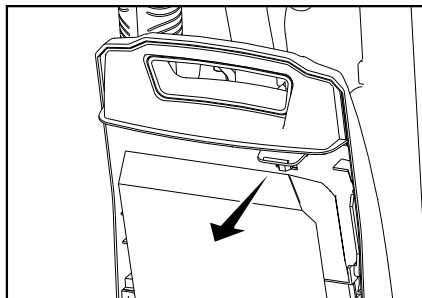
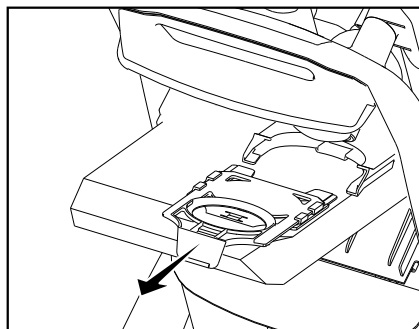

Fig. 1
Fig. 2
- Para quitar la bolsa de aspiradora usada, tire de la pestaña azul del collarín de la bolsa de aspiradora (Fig. 1). Deslice la bolsa usada fuera del soporte de la bolsa que sella automáticamente la bolsa (Fig. 2). Deseche la bolsa usada.